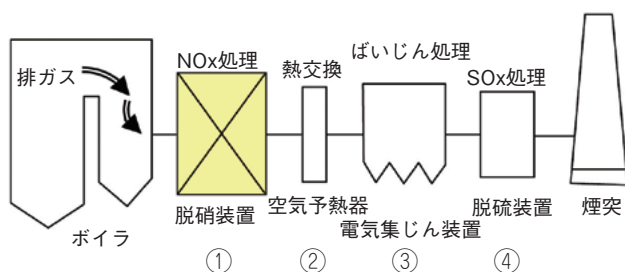

図1 火力発電所排煙処理系統の一例
火力発電所では、ボイラで燃料を燃焼し発電を行っているが、燃焼に伴って発生する排ガス中には、窒素酸化物（NOx）、硫黄酸化物（SOx）やばいじん（燃焼灰）等が含まれているため、各種環境設備で排ガスを浄化し、大気中に排出している。図1は、火力発電所の排煙処理系統の一例である。ボイラを出た排ガスは、①脱硝装置でNOxを分解、②空気予熱器で燃焼用空気と熱交換、③電気集じん装置でばいじんを捕集除去、④脱硫装置でSOxを除去して、煙突から排出している。